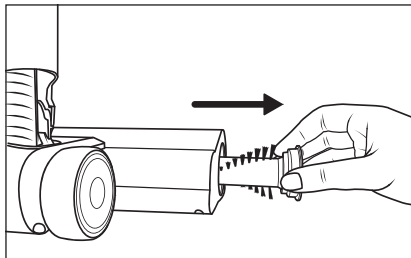

Bild 27
- 3) Dra ut rullborstens **20** ur golvborsten **21** (se bild 27).